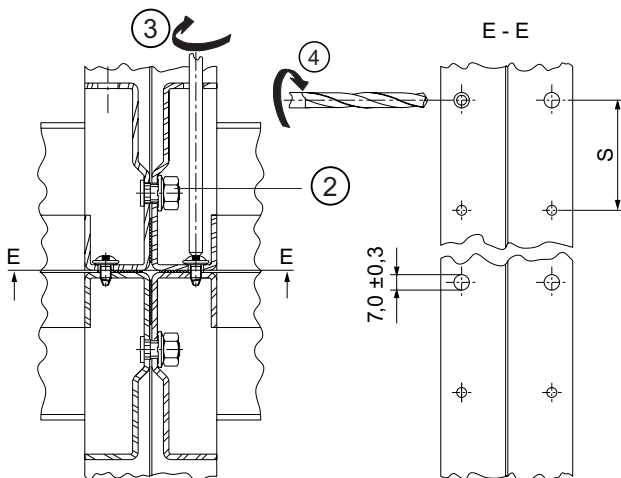

Bild 8b
- Die Gerüstverbindung einer Schrankreihe zeigt Bild 8b. Die dargestellte Dichtung ist für IP54 notwendig.
- Für die Verbindung von Schrankrücknen / Schrankrücknen gleicher Höhe und Breite in der Rückseite eines Gerüsts 6 bis 10 Löcher von  $\varnothing 4,5$  mm auf  $\varnothing 7,0 \pm 0,3$  mm bohren (Bild 8b). Der maximale Abstand S von 500 mm der Befestigungen auf der Rückseite. Dieser Abstand ist für das Wirken der IP54-Dichtung notwendig.
- Die Gerüststrücken aneinanderstellen und an den mit Dünnblechschrauben PM 5x10 miteinander verschrauben, siehe Bild 8b.
- Die Querholme oben und unten durch Einziehbolzen M 8x15, Kontaktscheiben 8 und Muttern M 8 miteinander in den seitlichen Rundlöchern und dem mittleren Loch (ab Schrankbreite 900 mm) verschrauben, siehe Bild 8b.